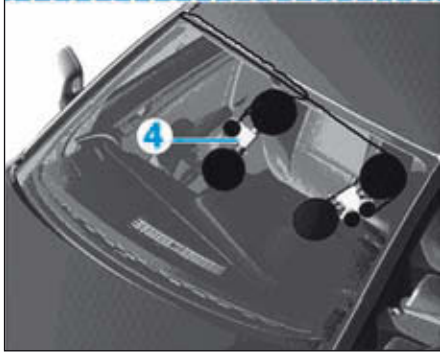

FIG. 11
- Dégager la glace vers le haut, le long du montant A (Fig.11).
- Déplacer l'enrouleur au-delà du milieu de la glace et décaler le premier enrouleur (4), puis dégager le pare-brise complètement au niveau de son bord supérieur.